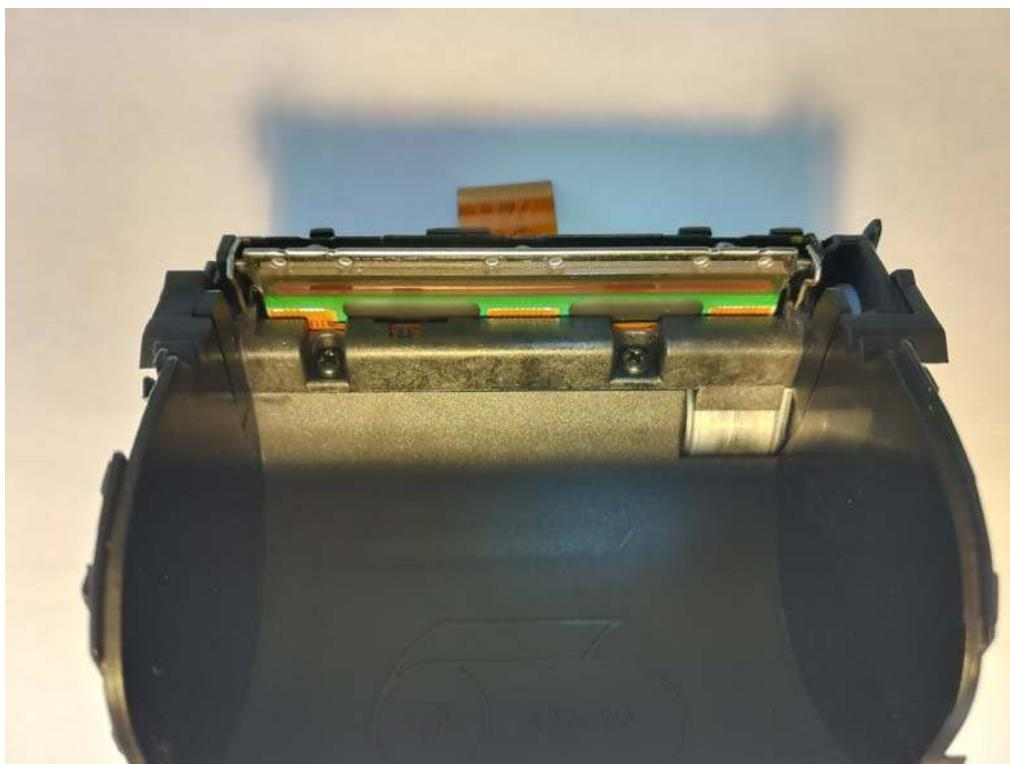

рис. 25
10. Для отсоединения Термоголовки от Корпуса для чек. ленты необходимо открутить два самореза 2x5 (см. рис. 25)